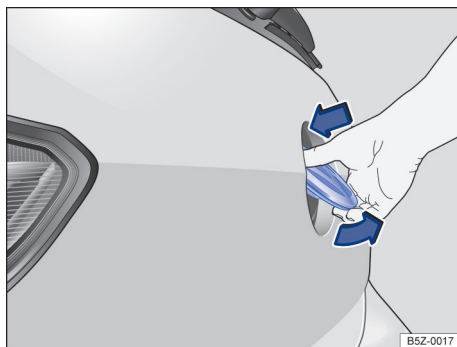

Fig. 52 Abrir a tampa traseira por fora.
- Com o polegar, pressionar a parte superior do logo Volkswagen → Fig. 52 e rebatê-lo para fora por baixo. Tocar com a mão embaixo do logo e levantar a tampa traseira.